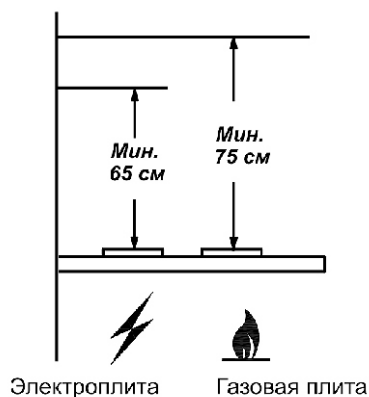

рис. 1
1.2 Вытяжку устанавливайте над плитой, как показано на рис. 1.
4.6 Устанавливайте вытяжку над плитой в соответствии с рис. 1.